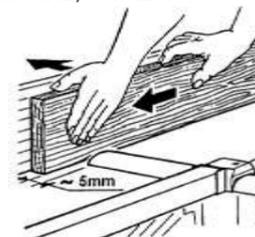

Рис.19
12.1.3. При строгании кромки (боковой плоскости), Рис. 19, выберите соответствующую глубину строгания, установите защитную планку строгального вала (8), как указано в разделе 11. Установите угол наклона направляющей планки (7) 90°. Включите станок и, прижимая заготовку к столу подачи (10) и направляющей планке (7), медленно и равномерно подайте заготовку вперед, навстречу направлению вращения строгального вала (35).